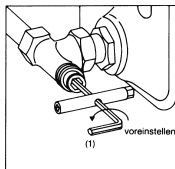

Bild 2
3. Nun Ventilkegel mit dem Sechskantschlüssel SW 6 (1) entsprechend den lt. Diagramm gewählten Umdrehungen durch Linksdrehen voreinstellen (Bild 2).